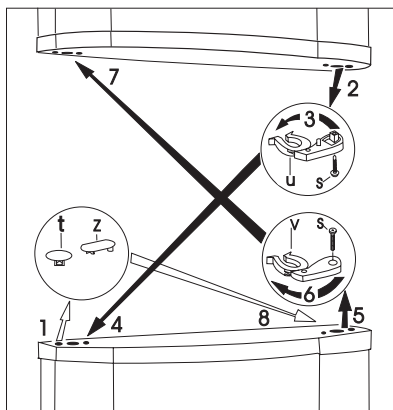

Fig. 5
- Stöpsel in beiden Türen (t, z) entfernen (Bild 5).
- Verwijder de stoppen uit beide deuren (t, z) (Fig. 5).